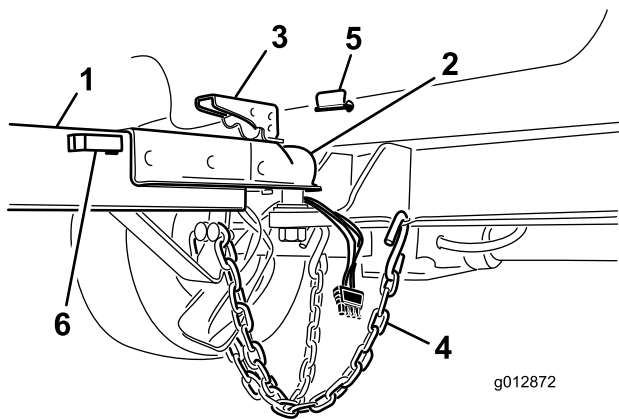

Figura 8
5. Guarde o conector da cablagem no coldre do tubo de engate (Figura 8).
2. Levante a alavanca do acoplador no garfo enquanto baixa a cobertura sobre a bola de engate (Figura 8).
4. Instale o pino para bloquear a alavanca do acoplador (Figura 8).
5. Cruze as correntes de segurança e ligue-as aos furos no engate (Figura 8).